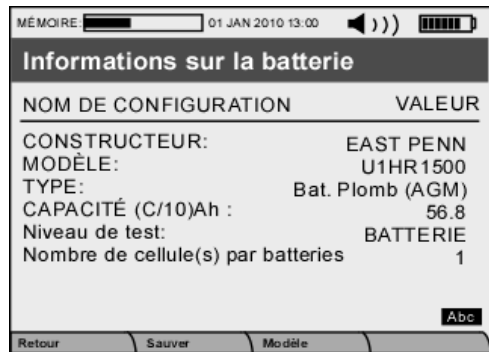

Figure 2.4. Sous-menu de Type de Batterie (Détails de la batterie).
- (2) **TYPE DE BATTERIE** – En accédant cet écran (**Figure 2.4**), l'utilisateur peut entrer les détails relatifs à la batterie qui sera testée par la cette configuration de **TEST RAPIDE**. Les entrées suivantes sont requises pour définir un type de batterie: